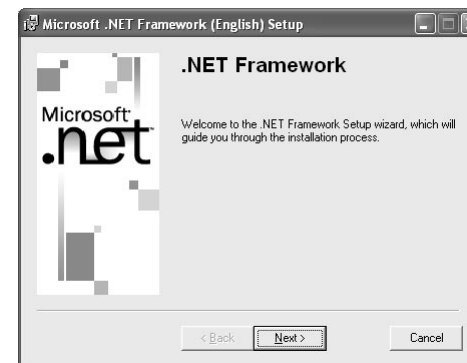

Figura 6 Pantalla de inicio del instalador Microsoft .Net Framework
- 3** El programa instalador mostrado en la figura 6 se inicia ahora. Prosiga con la instalación siguiendo las instrucciones del instalador.